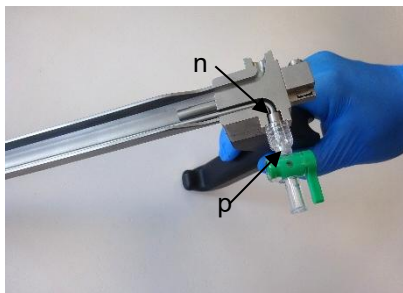
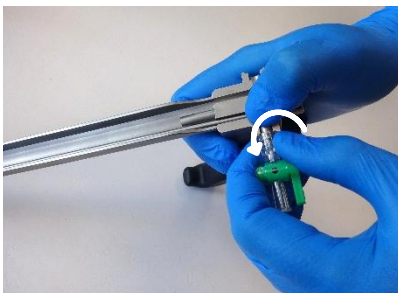
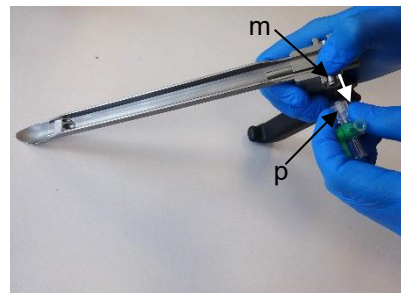

Abb. 13a
Abb. 13b
Abb. 13c
8. Zur Entnahme des Saugrohrs ist zunächst der Luer-Lock-Anschluss mit Überwurfmutter (p) abzuschrauben (Abb. 13a). Hierfür den Luer-Lock-Anschluss mit Überwurfmutter (p) mit moderater Handkraft gegen den Uhrzeigersinn abschrauben (Abb. 13b) und von dem Gewinde des Luer-Lock-Anschlusses des Saugrohrs (n) nehmen (Abb. 13c).